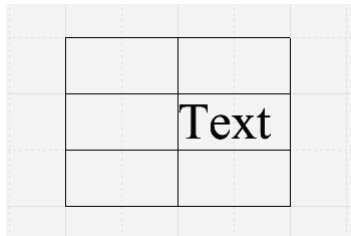
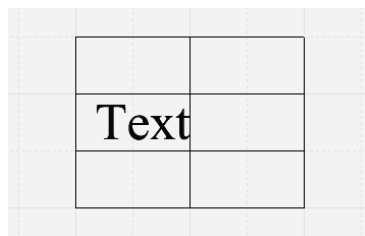

图 4-2-31 将标注文本 Text 放置在绘制好的方格内
图 4-2-32 标注文本向原位置的镜像方向移动
(6) Mirror 复选框。该属性为标注文本的镜像调整属性。如果选中 Mirror 复选框,则标注文本会向原位置的镜像方向移动。为了便于观察,将标注文本 Text 放入已绘制好的方格内,如图 4-2-31 所示。双击标注文本 Text 弹出 Annotation 对话框,选中 Mirror 复选框,单击【OK】按钮,标注文本的位置向原位置的镜像方向移动了,如图 4-2-32 所示。